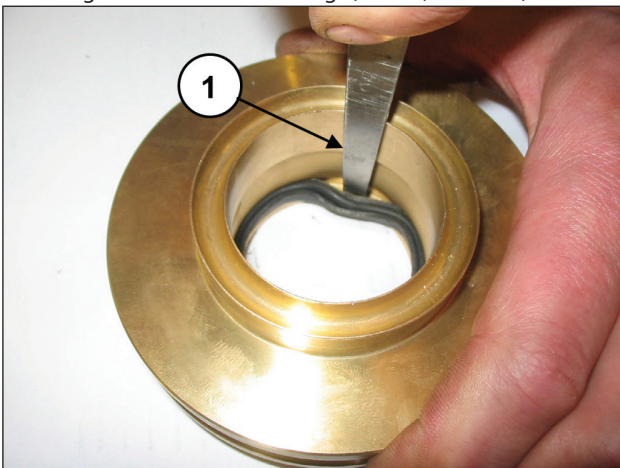

Abb. 133
Zur Abnahme der ND-Dichtung müssen Sie eine Fühlerlehre oder ein ähnliches Werkzeug verwenden, das den Sitz des Dichtungshalters nicht beschädigt (Pos. ①, Abb. 133).